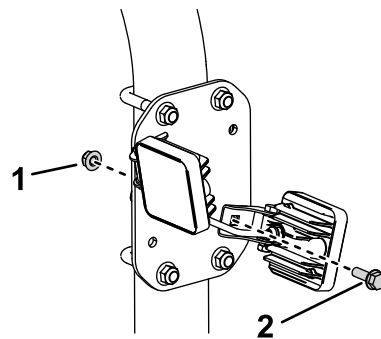

図 9
1. 図 9 のように、ワークライトのブラケット後部のナットとボルトを外す。